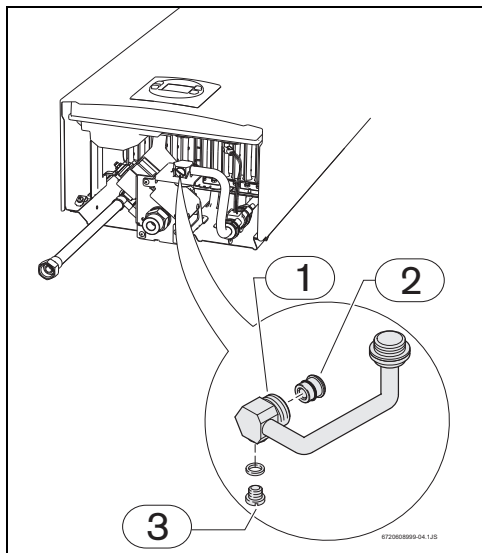

Fig. 12 Parafuso de purga
- ▶ Desapertar o parafuso de purga (Fig. 12) situado no tubo de entrada de água.